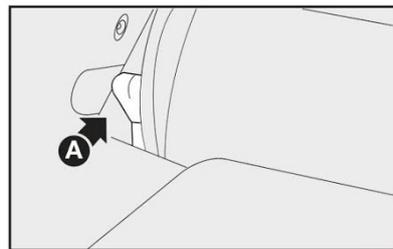

fig. 110
5) Destravar o encosto do banco agindo sobre as alavancas laterais A-fig. 110 do mesmo, na direção da seta;